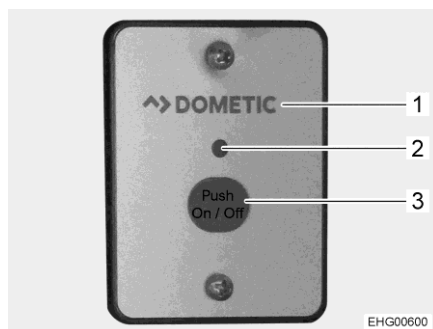

Bild 149 Extern brytare (växelriktare)
Den externa brytaren (Bild 149,1) är inbyggd i väggskåpet ovanför bordet.
- Tryck ner knappen "On/Off" (Bild 149,3). Lysdioden (Bild 149,2) lyser.
- Tryck ner knappen "On/Off" (Bild 149,3). Lysdioden (Bild 149,2) slocknar.